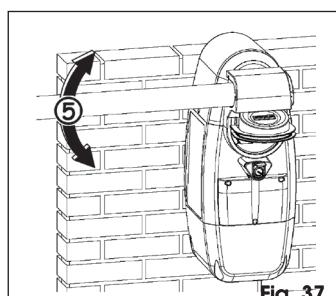

Fig. 37
- Beweeg de arm met de hand, Fig. 37.